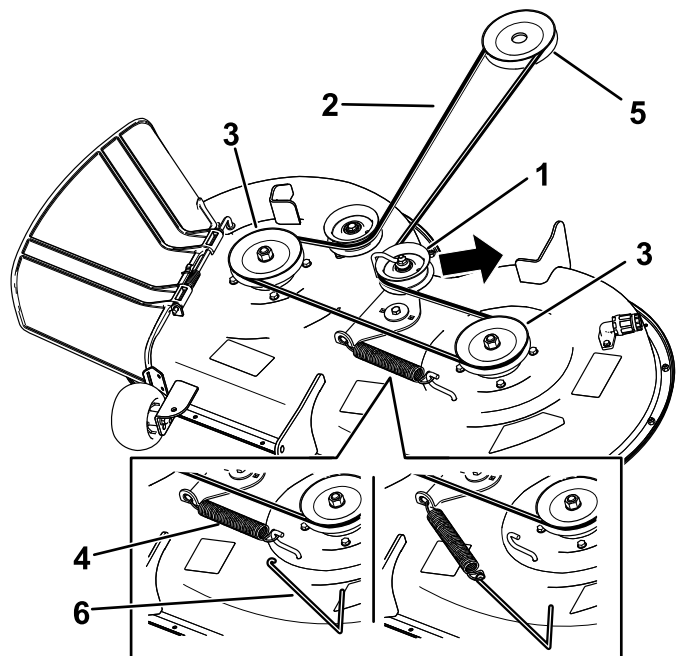

Figura 50
6. Usando una herramienta para la retirada de muelles (Pieza Toro N° 92-5771), retire el muelle tensor del gancho de la carcasa para eliminar la tensión de la polea tensora, y retire la correa de las poleas (Figura 50).
7. Pase la correa nueva alrededor de las poleas del motor y del cortacésped (Figura 50).
8. Usando una herramienta para la retirada de muelles (Pieza Toro N.° 92-5771), instale el muelle tensor sobre el gancho de la carcasa y tense la polea tensora y la correa (Figura 50).